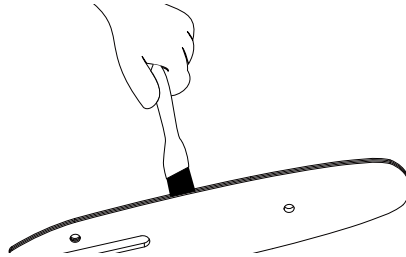

Abb. 30
2. Entfernen Sie mit einer Drahtbürste, einem Schraubenzieher oder einem ähnlichen Werkzeug die Rückstände aus der inneren Nut des Schwerts (Abb. 30).